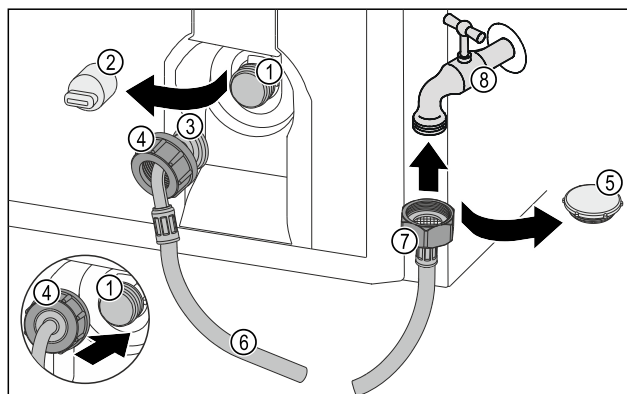

Fig. 33
- ▶ Skinite poklopac Fig. 33 (5).
- ▶ Postavite ravni kraj crijeva Fig. 33 (7) na slavinu Fig. 33 (8).
- ▶ Pritegnite maticu na ravnom kraju crijeva Fig. 33 (7) u smjeru kazaljke na satu.